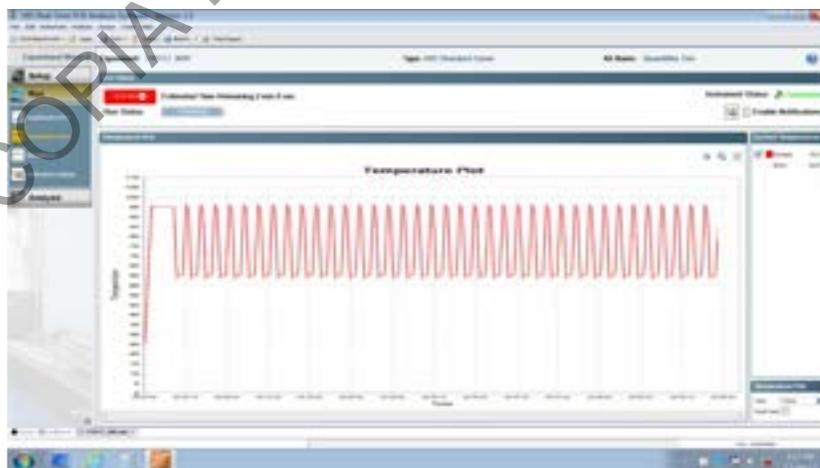

Figura 18. Pantalla de monitoreo del experimento (temperatura vrs Tiempo).
7.2.30 Una vez iniciada la corrida; puede monitorear el avance de la misma, seleccionando del menú a la izquierda, la opción **"Temperature Plot"**. Ver figura 18